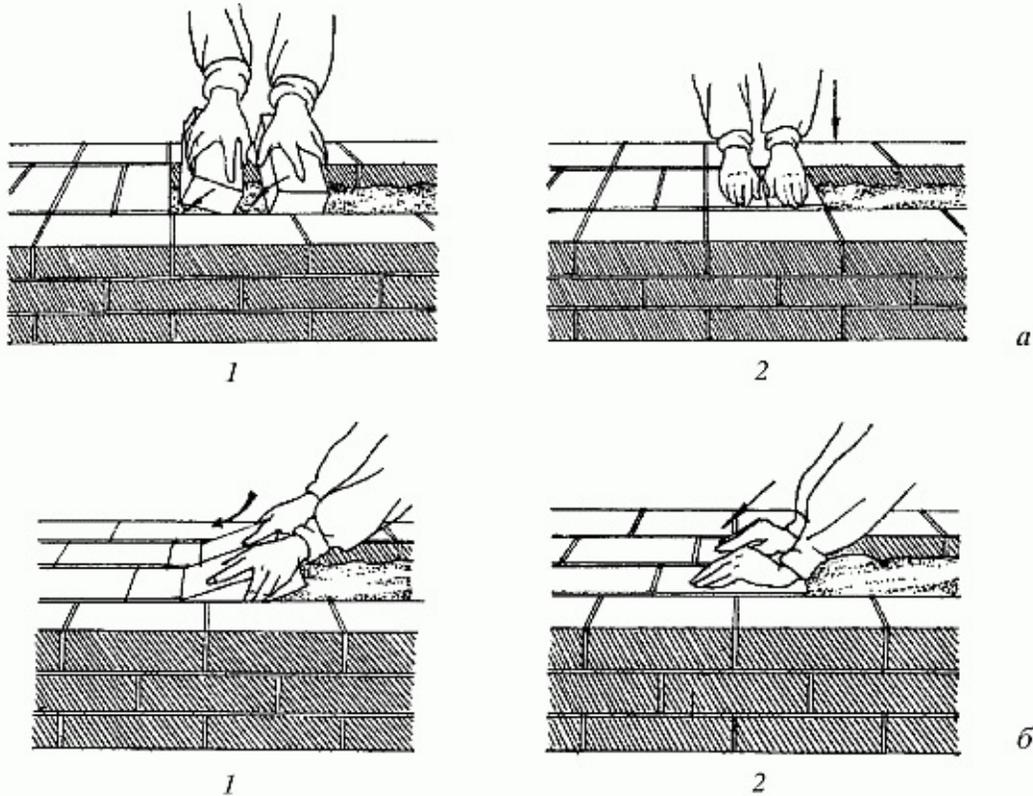

Рис. 21. Кладка забутки способом вполуприсык: а – тычками; б – ложками; 1–2 – последовательность действий
*Способом вполупрыск (рис. 21) выкладывают забутку. Для этого сначала между внутренней и наружной верстами расстелите раствор. Затем разровняйте его, после чего уложите кирпич в забутку. Процесс кладки забутки несложен.*